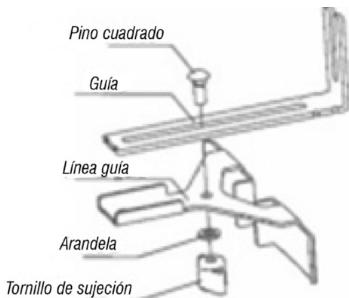

Fig. 5 – Fresando con guía recta
1. Monte la guía paralela conforme muestra la Fig. 5: